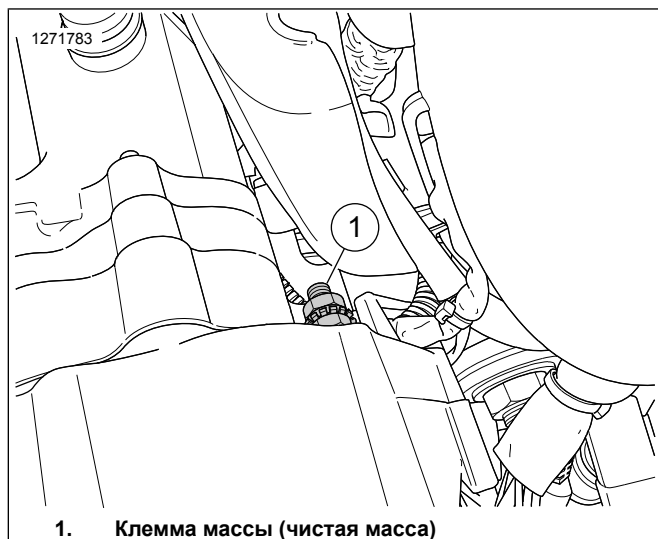

Рисунок 49. Масса модели Sportster
См. Рисунок 49. Клемма массы (1) расположена за главной крышкой на левой половине картера.